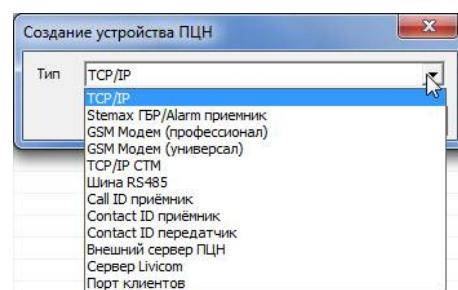

Рисунок 13.3 — Создание карточки устройства
3. В открывшемся окне *Создание устройства ПЧН* выберите тип создаваемого устройства и нажмите кнопку *OK* (см. рисунок 13.3). В результате будет создана карточка устройства.